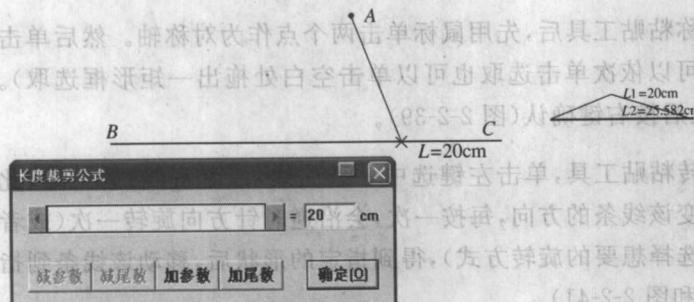
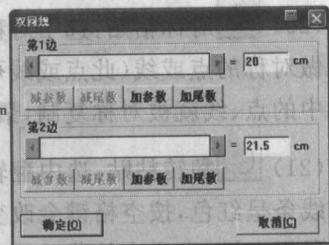

图 2-2-33
图 2-2-34
(16) 圆规:从一点 A 到已知直线 BC 的线段长是定长的,可以用圆规来做。选择该工具后,单击点 A,拖动鼠标到直线 BC,此时直线 BC 变红,在线上单击左键,弹出对话框,输入点 A 到直线 BC 的长度数值即可(图 2-2-33)。如肩斜线可用此法;另外作距离两点的距离是定长的点也可以用圆规来做。如袖子的前后袖隆。选择该工具后,先分别单击线段的两个端点 B 和 C,该线段呈红色,然后拖动鼠标拉出一个三角形,单击左键弹出对话框,输入该点相应距离点 B 和 C 的长度数值确定完成(图 2-2-34)。